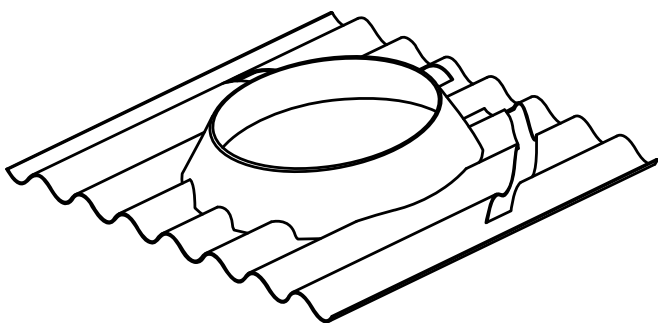
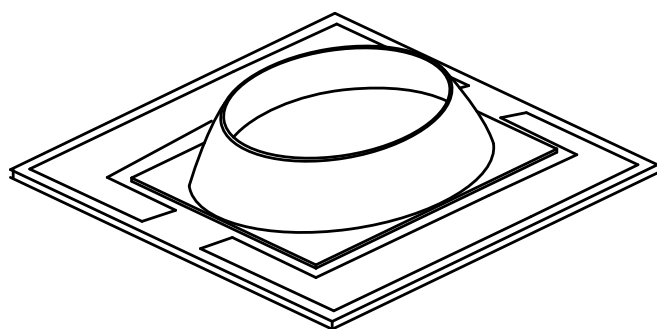

Fig. 04. Tejadillo ondulado
Fig. 05. Tejadillo plano recto
- **Tejadillo:** Pieza concebida para la colocación de la chimenea en el tejado adaptando la verticalidad de la chimenea con la pendiente del tejado. (Fig. 04 y Fig. 05)